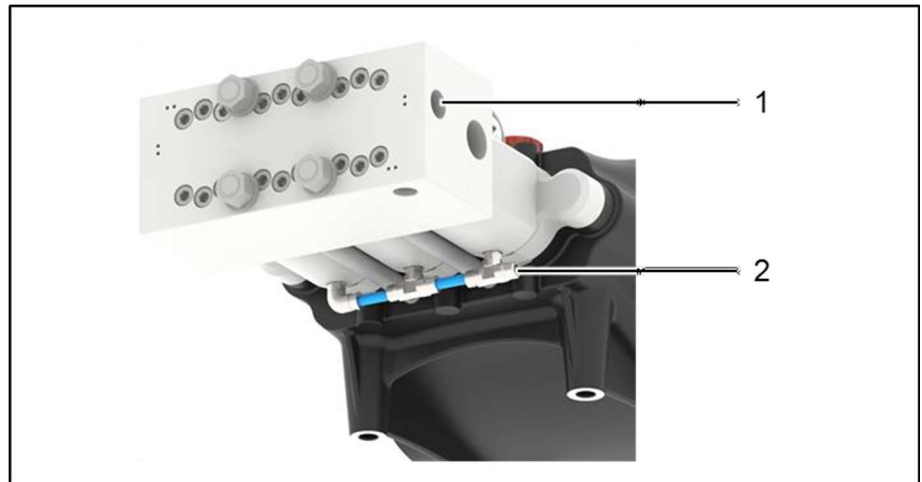

Figura 20: Vaciado de la bomba
5. Para vaciar el agua del cabezal, retire el tapón de impulsión (Figura 20: posición 1).
7. Desconecte todas las tuberías de retorno [de la válvula de regulación, del sistema de recirculación (Figura 20: posición 2), etc.] y deje que las mangueras / tubos rígidos se vacíen completamente.
8. Vuelva a colocar el tapón en el racor de impulsión (Figura 20: posición 1).
13. Monte todas las tuberías de retorno [de la válvula de regulación, del sistema de recirculación del agua (Figura 20: posición 2), etc.] fijándolas en los puntos adecuados.